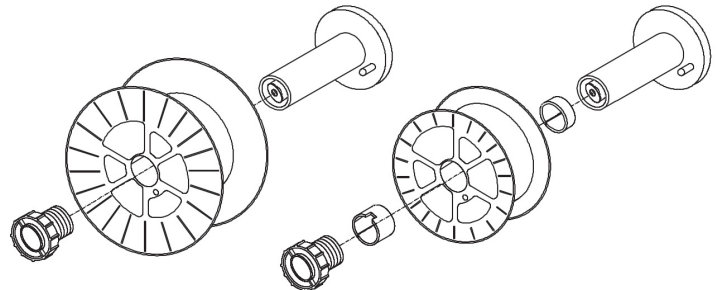

Abbildung 10
- Die Mutter der Haspel abdrehen. Beim Auswechseln die leere Zündspule herausnehmen. (Abb.10)
- Bei kleineren Spulen müssen auch die Distanzstücke montiert werden, wie in Abbildung 10 gezeigt.